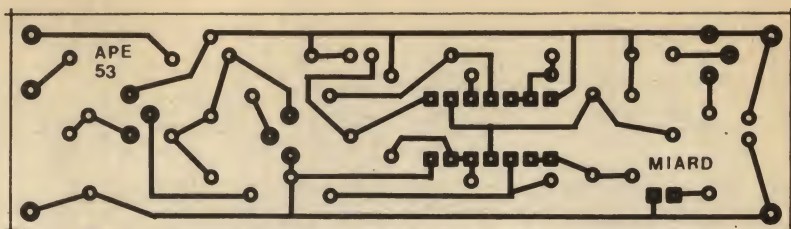

Fig.2
- **FIG. 2 - LAY OUT DO CIRCUITO IMPRESSO ESPECÍFICO** - Longo e estreito, como convém ao formato final do MIARD, o Impresso é de fácil realização (mesmo por quem ainda não tem muita prática...), devido ao baixo índice de "congestionamento", e desenho geral "descomplicado"... É só copiar diretamente o diagrama (que está em tamanho natural), confeccionando a placa definitiva com as técnicas já descritas um "bostilhão" de vezes, aqui mesmo em APE... Não se esqueçam, porém, de conferir muito bem a plaquinha, após a confecção e limpeza, corrigindo desde logo eventuais falhas, lapsos, "curtos", essas coisas... Qualquer "remendo" na placa - enfatizamos - é sempre de fácil implementação **antes** das peças serem inseridas e soldadas... **Depois**, são outros quinhentos"...